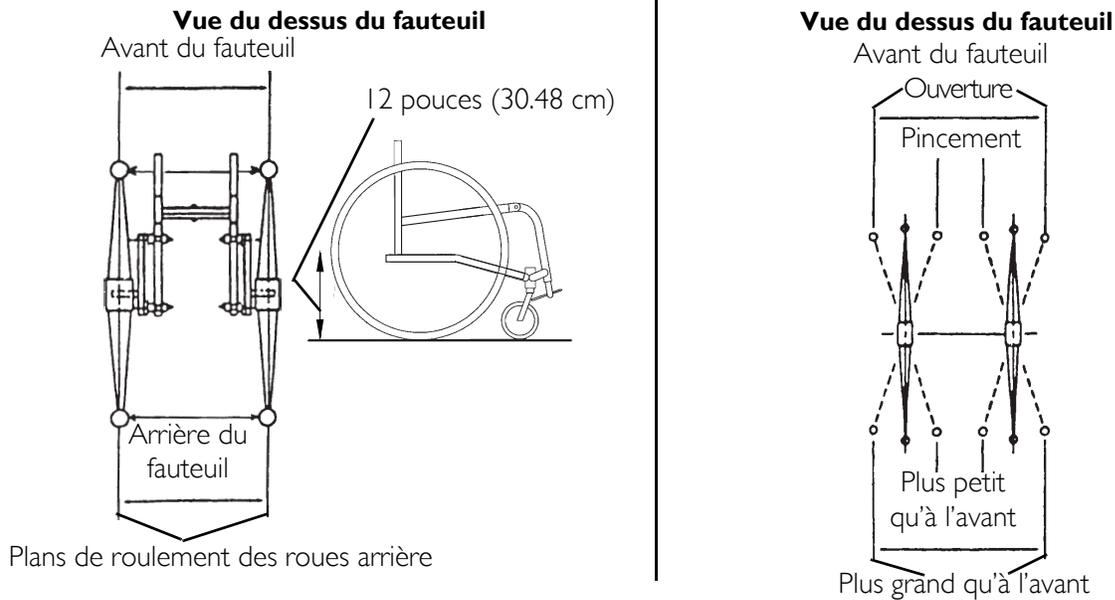

FIGURE 5.8 Déterminer / Ajuster le pincement / l'ouverture - Mesurer les plans de roulement des roues arrière
NOTE: Se référer à la FIGURE 5.8 de la page 43.
2. Mesurer la distance entre les plans de roulement à l'arrière et à l'avant des roues arrière à environ 12 pouces (30, 48cm) du sol (FIGURE 5.8).
- A. Si la mesure du plan de roulement arrière des roues arrière est PLUS PETITE que la mesure du roulement avant des roues arrière, il y a ouverture (FIGURE 5.8).
- B. Si la mesure du plan de roulement arrière des roues arrière est plus grande que la mesure du plan de roulement avant des roues arrière, il y a pincement des roues (FIGURE 5.8).